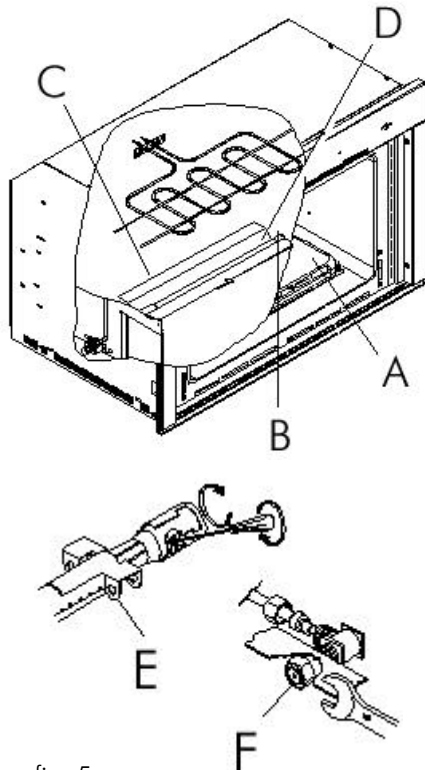

fig. 5
ADATTAMENTO PER ALTRI TIPI DI GAS: se il gas erogato è diverso da quello di predisposizione dell'apparecchio eseguire le operazioni di trasformazione come di seguito indicato (fig.5):
- estrarre la platea del forno (fig.5);
ADAPTAREA LA ALTE TIPURI DE GAZ: daca tipul de gaz furnizat este diferit de cel setat pentru functionarea cuptorului, trebuie efectuate urmatoarele proceduri de adaptare (fig. 5):
- scoateti placa de baza (fig. 5);